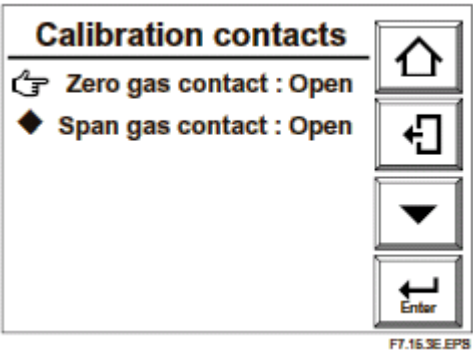

图 7.15.3 校正触点检查显示
- (1) 参考 7.10.1 节, 显示触点检查显示。
- (2) 如图 7.15.3 所示，选择校正触点以显示面板显示。
- (3) 打开零点气触点和量程气触点；这将有助于检查自动校正装置和配线连接。